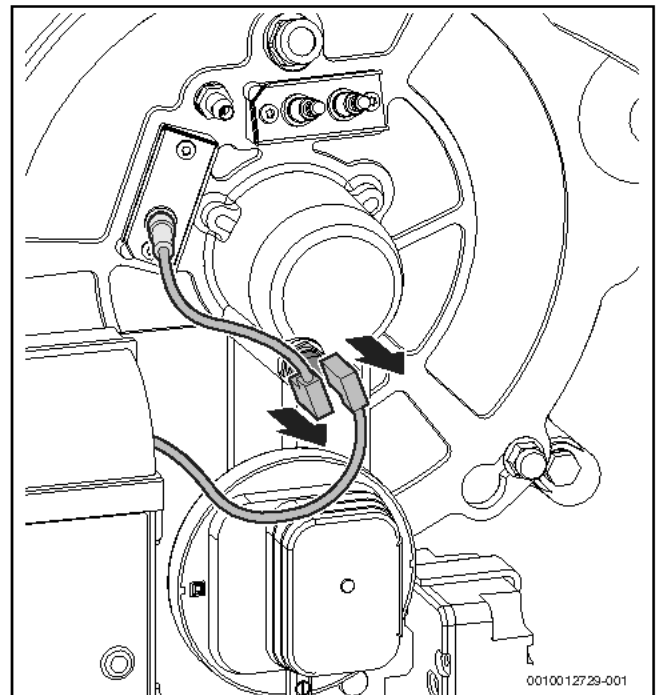

Bild 94 Stecker am Temperaturwächter abziehen
- ▶ Stecker am Temperaturwächter abziehen (→ Bild 94)